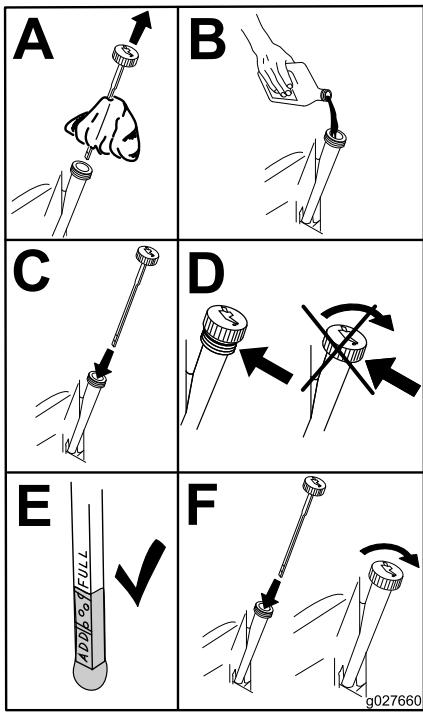

Figura 48
5. Vierta lentamente un 80% aproximadamente del aceite especificado por el tubo de llenado, luego añada lentamente el resto del aceite hasta que llegue a la marca Lleno (Figura 48).